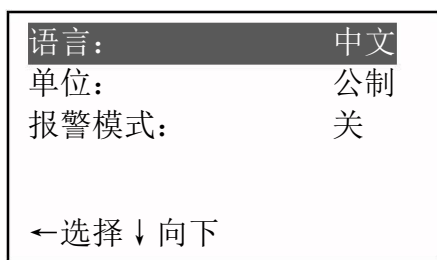
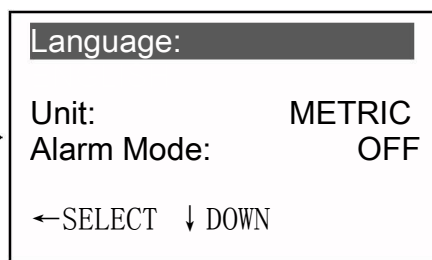

图 24
图 25
d. 按 ↑ 或 ↓ 键选择语言，按 键循环显示中文和英文，（如图 24 和图 25）：